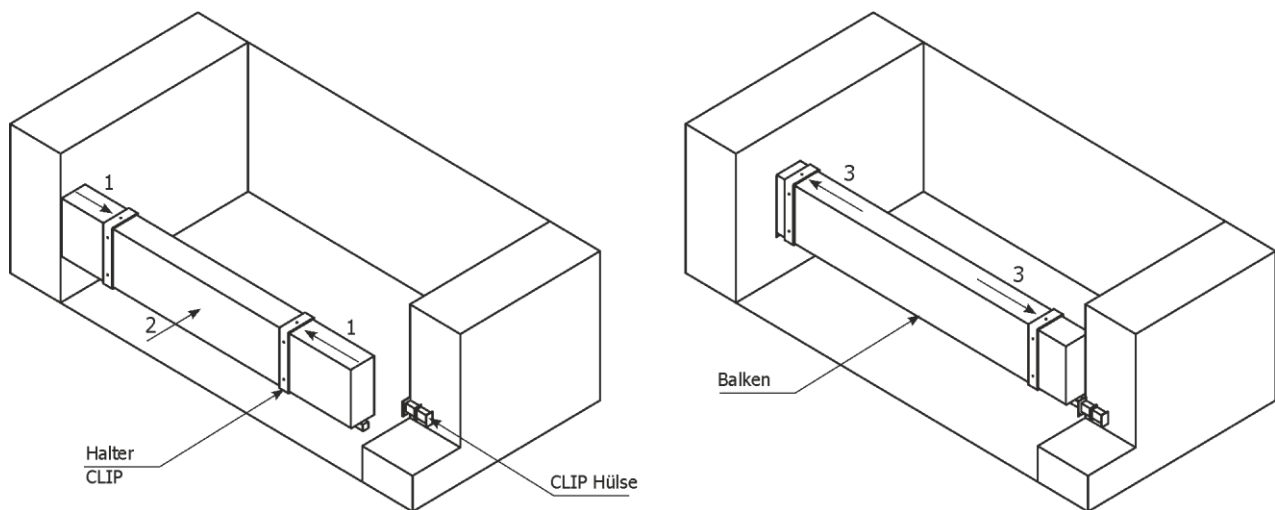

Abb. 57 Montage des CLIP-Systems (Beschreibung in dieser Betriebsanleitung)
2.15 Montage des Clip-Halters (Abb. 57)